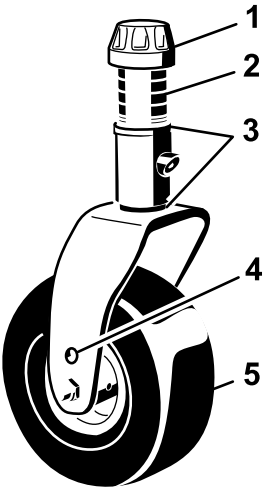
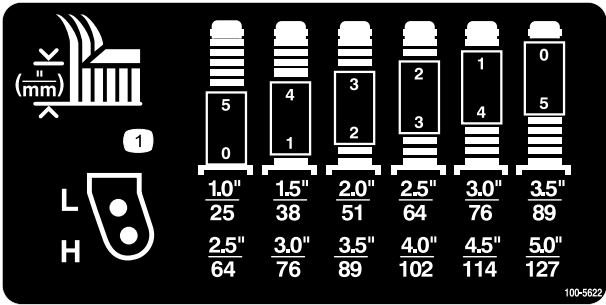
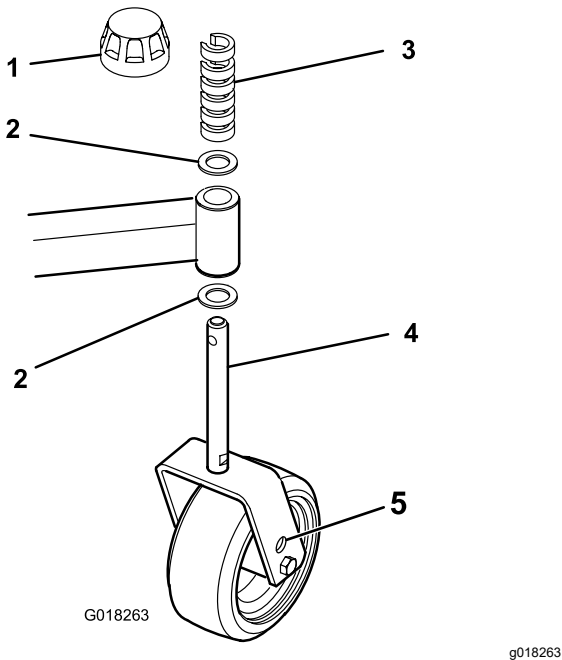

图 7
图 8
图 9
2. 将脚轮轴放到所有脚轮叉的相同孔中。请参阅图 7、图 8和图 9确定用于设定的正确孔位。
1. 从锭轴上取下张紧帽图 7 然后将锭轴滑出脚轮臂。
1. 从锭轴上卸下张紧帽图 9。